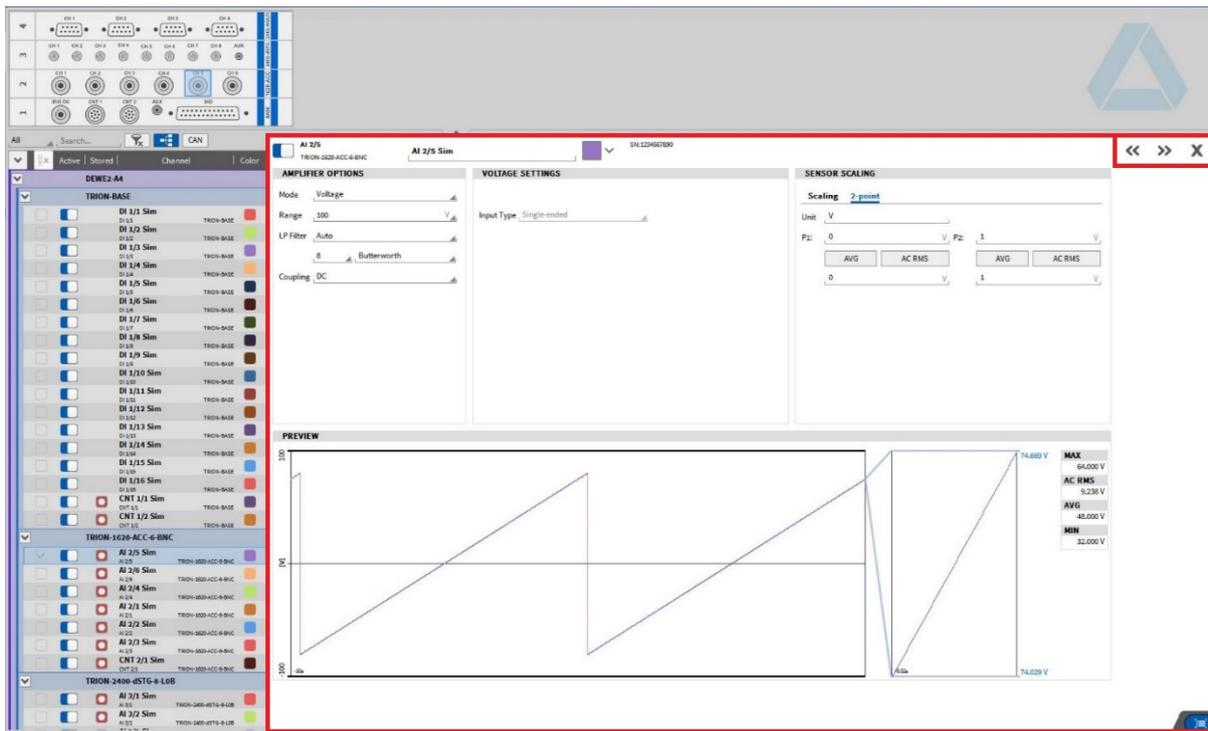

Abb. 7.44: Kanaleinstellungen eines TRION3-1820-MULTI Moduls
Ile Kanaleinstellungen (außer Samplerate und Bitauflösung) können auch in den jeweiligen individuellen Kanaleinstellungen (siehe Abb. 7.44) geändert werden, welche über den Button ⑪ (siehe Abb. 7.2 oder Tab. 7.1).